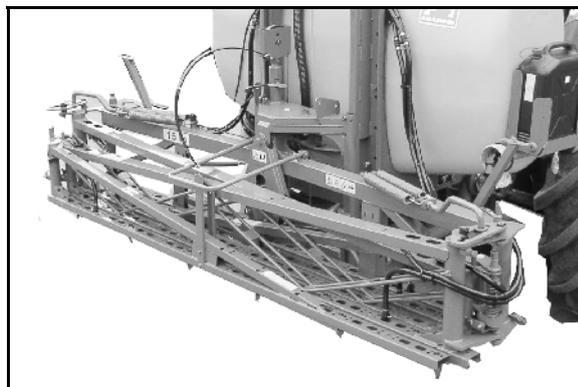

Рис. 78
4. После складывания проследите за тем за правильной блокировкой транспортировочного фиксатора (Рис. 78).